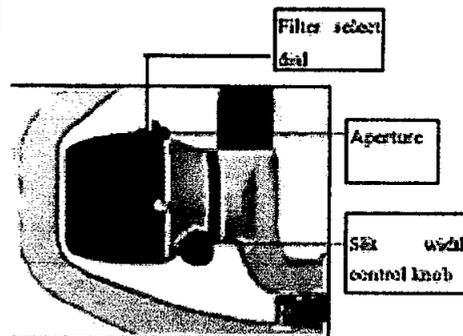

Fig.2.3.1
17. Poner en centrar la varilla (Fig.2.1.6), ajustar la perilla de control de ancho de ranura (Fig.2.3.1) debe haber un fábula en el superficie plana negro
19. Compruebe si todos los muebles piezas tales como la apertura y la altura de la raja perilla de control (Fig.2.3.1) filtro de selección dial, mando universal (Fig.2.3.1) y ampliación de la palanca del cambiador (Fig.2.3.3) etc. podrían funcionar libremente.